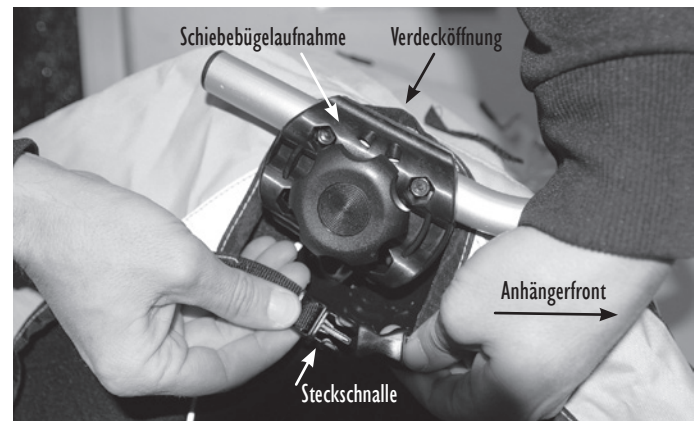

Abbildung 26
4. Ziehen Sie das Verdeck korrekt in Position. Arretieren Sie die Steckschnallen an den hinteren Enden des Verdecks in den Aufnahmen unterhalb der Seitenfenster (s. Abbildung 26).
5. Hängen Sie die D-Ösen an den vorderen Ecken des Verdecks in die dafür vorgesehenen Haken an den Deichselaufnahmen ein (s. Abbildung 26).